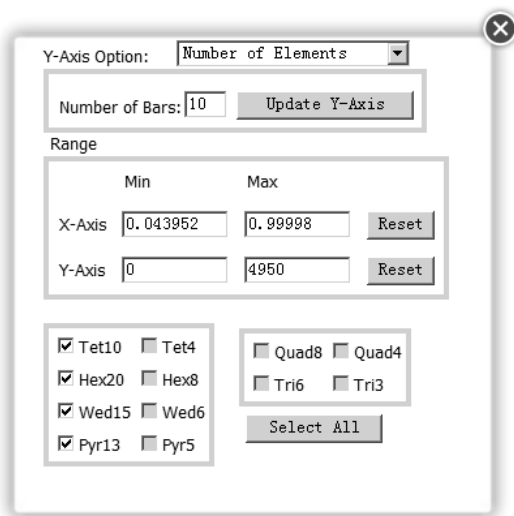

图 5.4.7 单元质量控制图表
- ◆ 在统计图表区域单击 **Controls** 按钮，弹出图 5.4.7 所示的对话框，在该对话框中可以对统计图表样式进行设定。